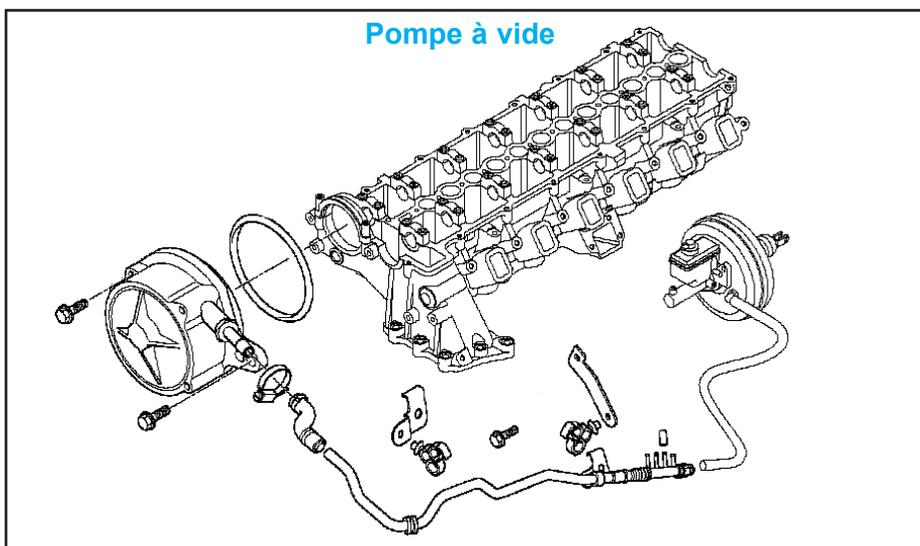

Fig.Fr.23
- Serrer la vis de réglage à l'aide d'un tournevis (1) jusqu'à ce que la roue ne puisse plus tourner (fig.Fr.23).